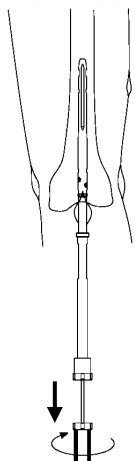
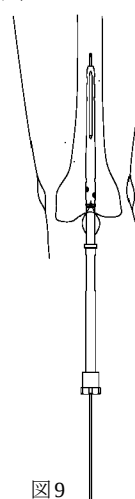

図8
図9
- 7) 逆行性 N 抜去アダプタのガイドロッドを取り外します。(図8) 必要に応じてガイドワイヤーを通します。(図9)